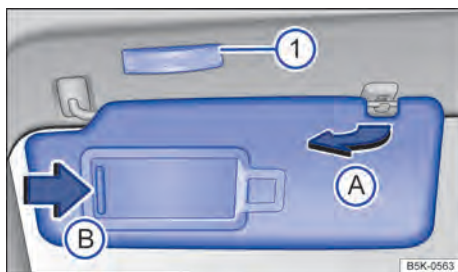

Fig. 79 Parasol.
- Retirar el parasol cuidadosamente del bloque soporte sujetando a base de sujeción y girar en la dirección de las puertas → fig. 79 **A**.
En el parasol plegado hacia abajo se encuentra un espejo de cortesía atrás de una cubierta. Al abrir la cubierta → fig. 79 **B** se enciende la luz **1**.